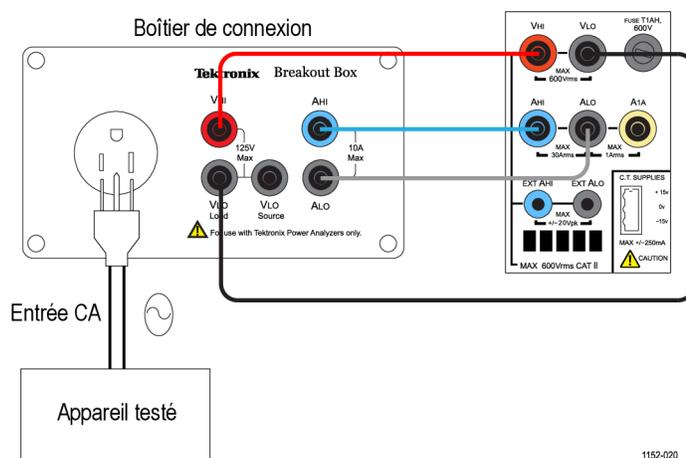

Figure 58 : Mesure du courant d'appel - Schéma de câblage
- Connectez l'appareil testé en utilisant le boîtier de connexion Tektronix (BB1000). Voir le schéma de câblage ci-dessous. (Voir figure 58.)